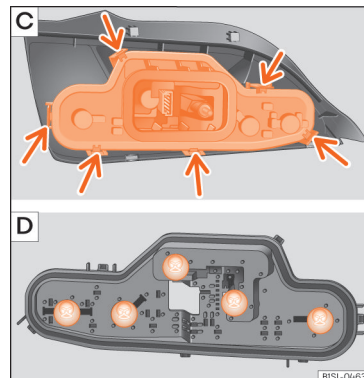

Abb. 90 Rückleuchte: C: Lampenhalter ausbauen, D: Lampen ausbauen.
8. Lampenhalter an den Verriegelungslaschen (Pfeile) entriegeln » Abb. 90 C und Lampenhalter aus der Rückleuchte herausnehmen.
9. Ausgefallene Glühlampe durch eine neue Glühlampe gleicher Ausführung ersetzen » Abb. 90 D.
10. Lampenhalter in die Rückleuchte einsetzen. Die Verriegelungslaschen (Pfeile) müssen hörbar einrasten » Abb. 90 C.